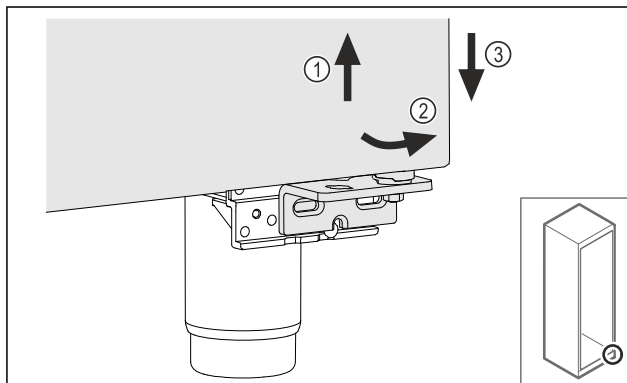

Fig. 11
- Kissé emelje meg az ajtót Fig. 11 (1), billentse előre az alját Fig. 11 (2), és eressze le Fig. 11 (3).